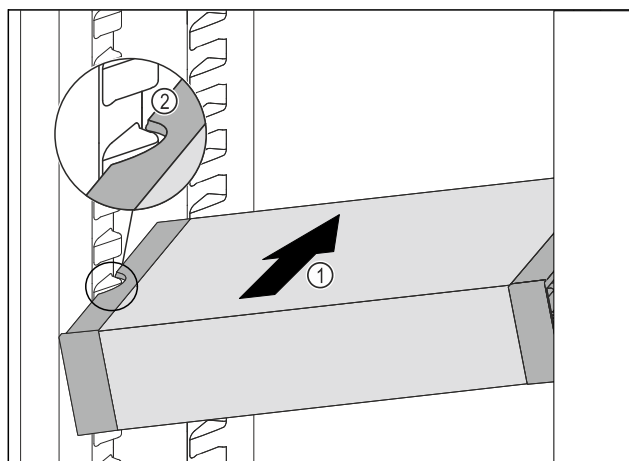

Fig. 76
- VarioSafe zasúvajte šikmo do chladničky Fig. 76 (1), kým sa bočné vybrania Fig. 76 (2) VarioSafe nebudú nachádzať vo výške rebra nádoby v chladničke.